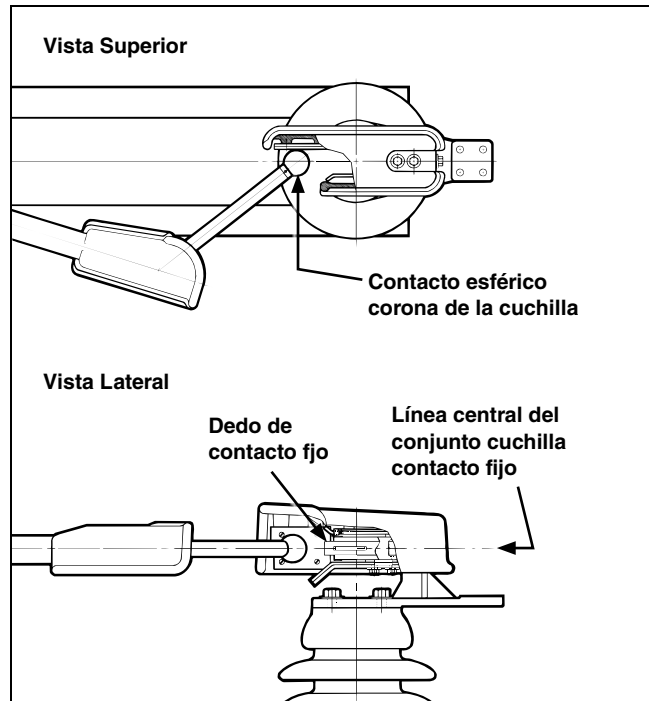

Figura 22. Comprobando el alineamiento entre la cuchilla y el contacto fijo.
PASO 3. Abrir la cuchilla del seccionador de cada unidad de polo. Con el contacto esférico corona separado del contacto fijo como se indica en la Figura 22 (vista superior), comprobar que la línea central de la cuchilla no se ha desviado hacia arriba o hacia abajo por más de un $\frac{1}{4}$ de pulgada, medidos a partir de la línea central de contacto fijo. Figura 22 (vista lateral).